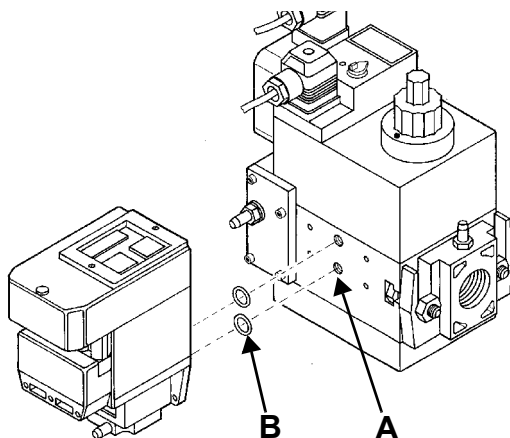
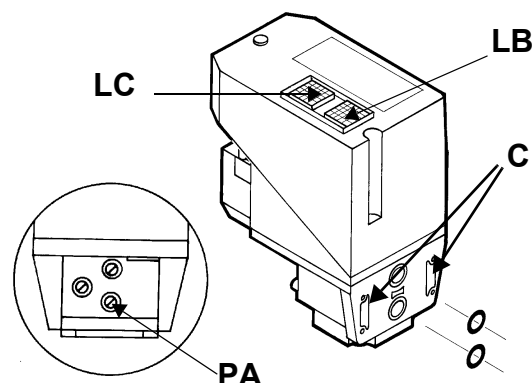

Рис. 17
Рис. 18
- 3). снять крепежные винты группы Multibloc (Рис. 17-А)
- 4). вставить уплотнительные кольца (10,5x2,25) в VPS 504 (Рис. 18-В, Рис. 17-В)
- 5). закрутить 4 винта блока контроля герметичности (М4х16) Рис. 17-С.
Для проверки работы, подсоедините манометр к штуцеру для отбора давления PA (Рис. 18). Если проверка завершилась положительно, через несколько секунд загорается жёлтая лампочка **LC** (желтая). В противном случае загорается красная лампочка блокировки **LB**. (красная). Чтобы перезапустить горелку, необходимо разблокировать блок управления нажатием на светящуюся кнопку **LB**.